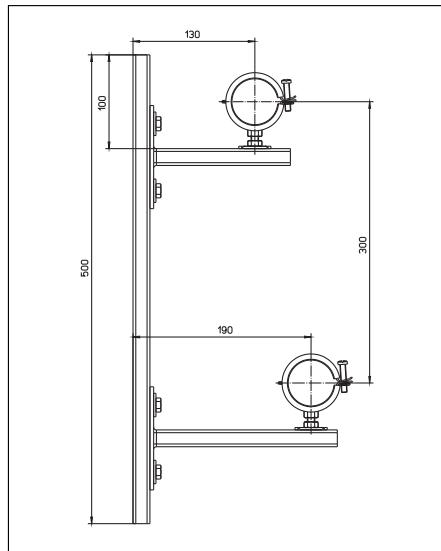

Рис. 5.2: Размеры консоли
- Консоль (арт. № 1414490): для крепления латунной гребенки „Multidis SFI” (размеры см рис. 5.2).